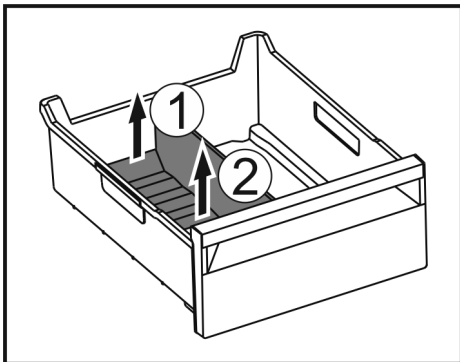

Fig. 164
- ▶ Hinteren Teil des Eisfach-Trenners anheben. Fig. 164 (1)
- ▶ Eisfach-Trenner nach oben entnehmen. Fig. 164 (2)